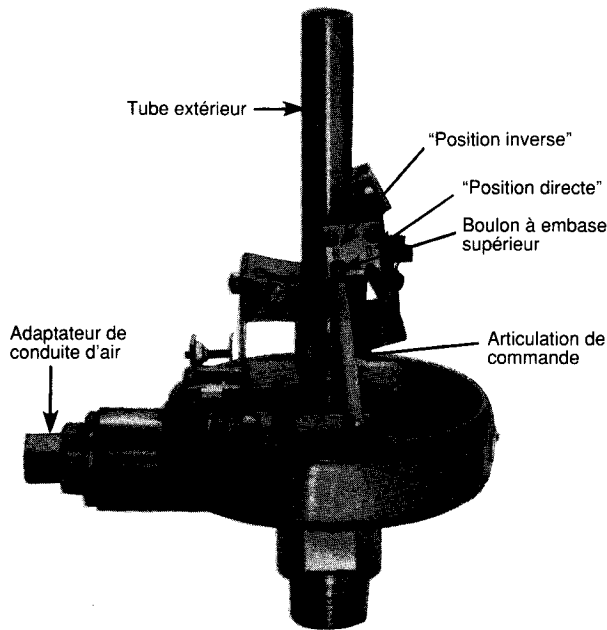

Figure 3
1. Démontez en premier lieu le boulon à embase supérieur de l'articulation de commande et le faire passer de la position directe (D) à la position inverse (R) comme indiqué dans la **figure 3**.